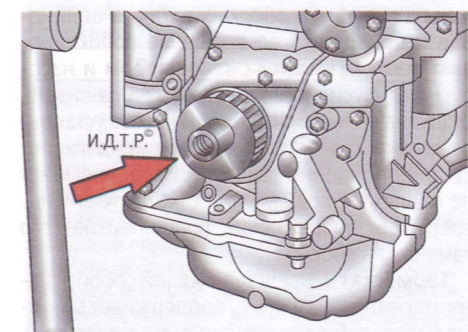

Рис. 5.18. Зубчатый шкив коленчатого вала
4. Снимите зубчатый шкив коленчатого вала (рис. 5.18).